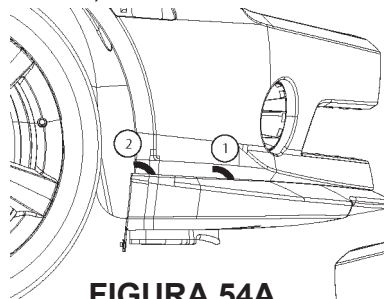

FIGURA 54A
16. Necesitará 2 personas para desinstalar las lengüetas de cinta adhesiva. Seque después de retirar cada una de las lengüetas de cinta adhesiva, presionando firmemente (15 Lbs.) contra el revestimiento. Consulte la figura 54a y 54b.